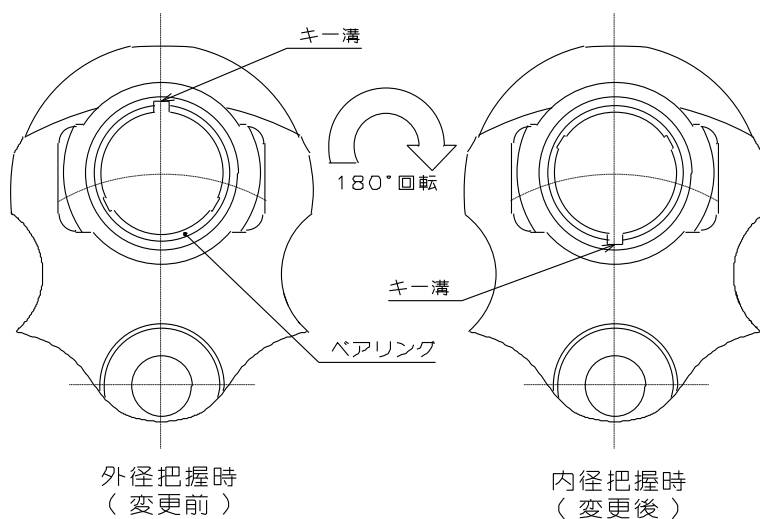

図 8
- ⑤ 球面ブッシュを、マスタージョーと一緒にボデー表面から軽く浮く程度に引き抜きます。
- ⑥ 球面ブッシュ取付治具(P-24 参照)を用いて、球面ブッシュにマスタージョーが保持された状態を維持しながら引き抜きます。この時、半月キーが落ちていないか確認してください。もし球面ブッシュがマスタージョーから外れて 2 つに割れた場合は、古い液状ガスケットを取り除き、水分・汚れ等を拭き取った後、スリーボンド社製液状ガスケット 1212 を塗布し、球面ブッシュ取付治具にセットしてください。
- ⑦ ベアリングをキーの溝を目安にして 180 度水平に回転させます。(図 8 参照)